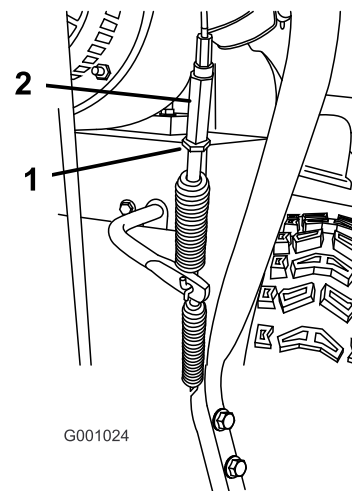

**Figure 47**
3. Lorsque le levier de commande de fraise à neige/turbine est désengagé, vérifiez qu'il existe un écart de 1,5 mm entre l'ensemble embrayage de fraise à neige et la patte (Figure 47).